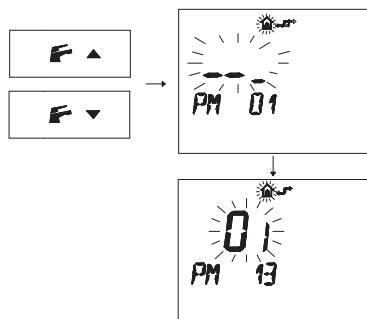

Figura 5.55
- Premere i pulsanti   e   per visualizzare la programmazione "PM13" modo pompa (Figura 5.55).